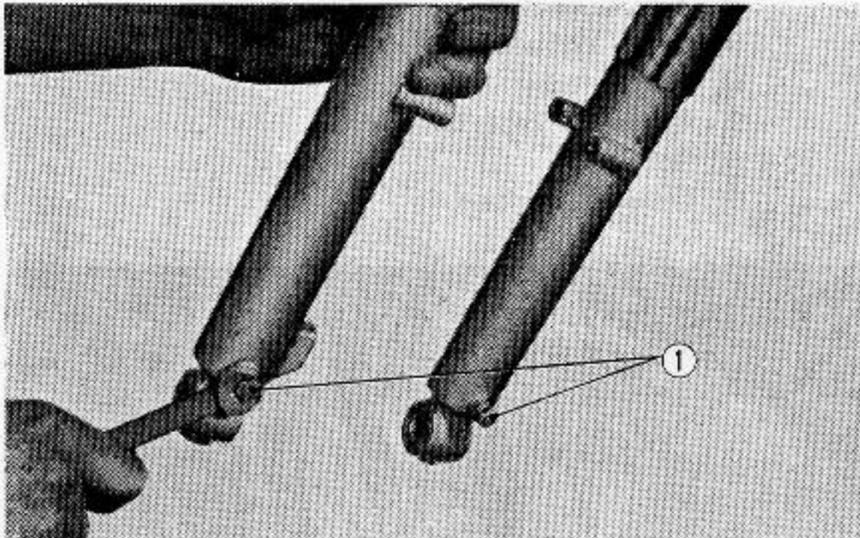

Abb. 4.17 Öl ablassen
(7) Vor dem Auseinanderbau des Stoßdämpfers das Öl im unteren Gabelbein ablassen (Abb. 4.17). Die Dämpferfeder und die Führungsbuchse können entfernt werden, indem der Dichtring und die untere Verkleidung abgebaut werden.
(8) Das obere Gabelbein kann durch Entfernen der unteren Verkleidung und des inneren 35mm Federrings ausgebaut werden.